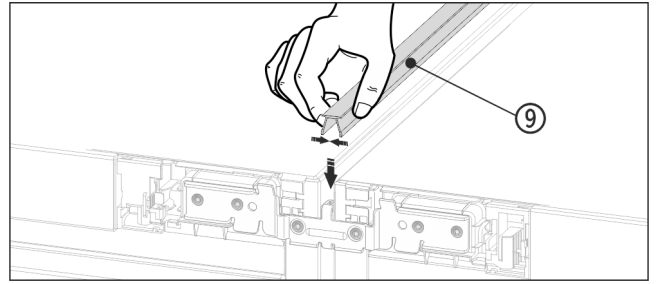

Fig. 19
- ▶ Në pjesën e sipërme, ngjishni shiritin mbulues Fig. 19 (9) të shkurtër në hapësirën horizontale.